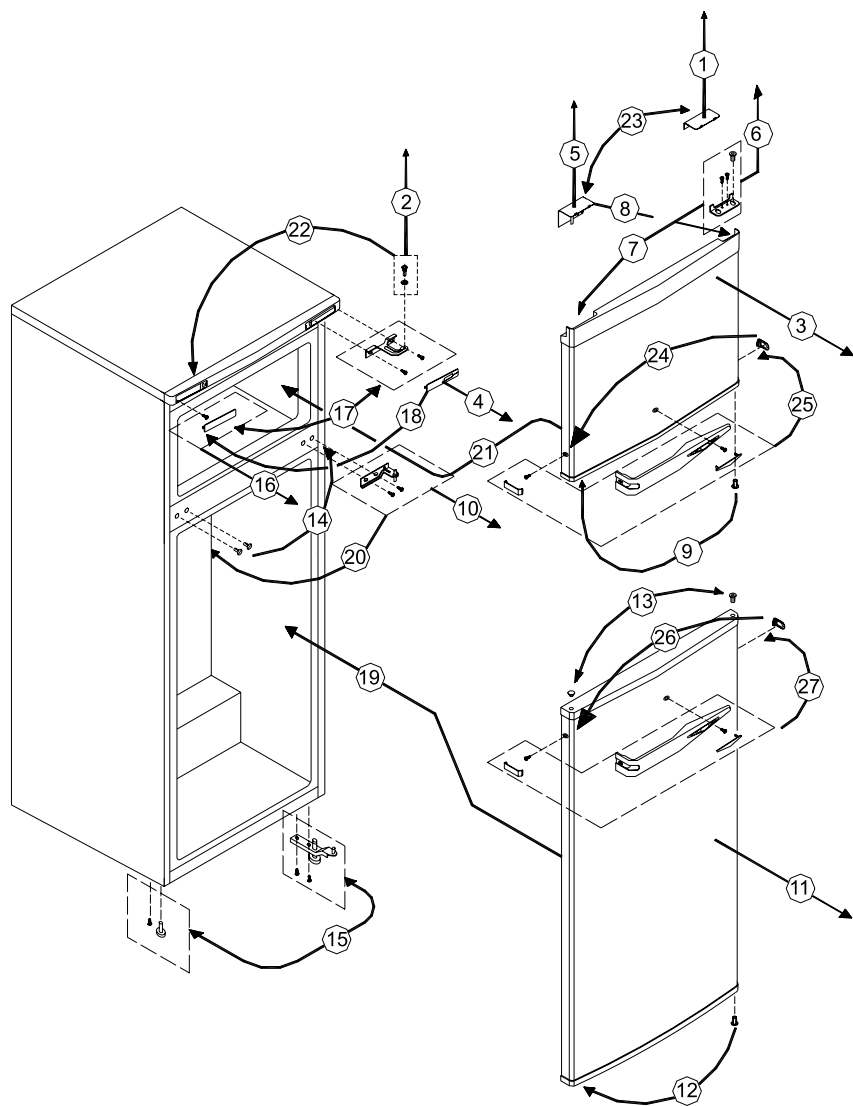

Рис. 3
6.7. Перевішування дверей показано на рис. 3.